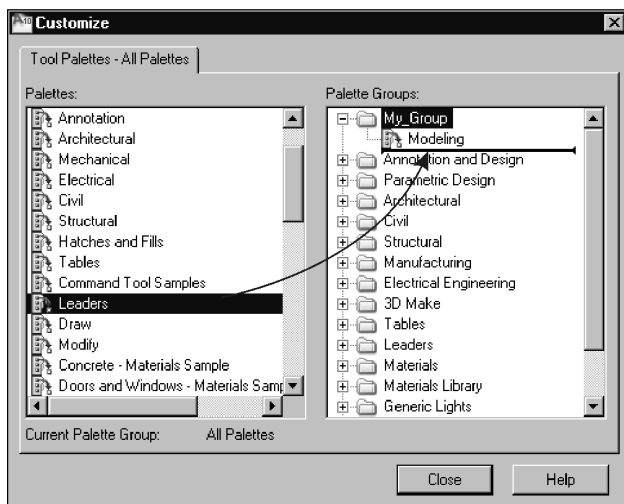

Рис. 2.4. Перетаскивание палитры в группу в диалоговом окне **Customize**
5. Для заполнения созданной группы палитрами перетащите из списка в левом поле **Palettes** (Палитры) в правое поле **Palette Groups** (Группы палитр) нужную палитру и после появления черной горизонтальной полосы (рис. 2.4) отпустите левую кнопку мыши для включения палитры в группу.